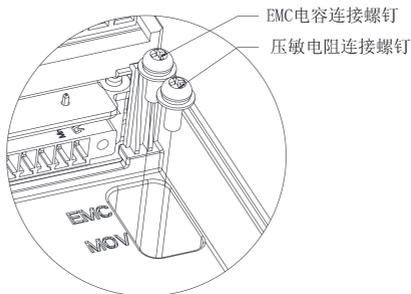

图 4-33 EMC 电容、压敏电阻连接螺钉
- 尝试断开变频器 EMC 电容连接螺钉避免漏保动作，如图 4-33。